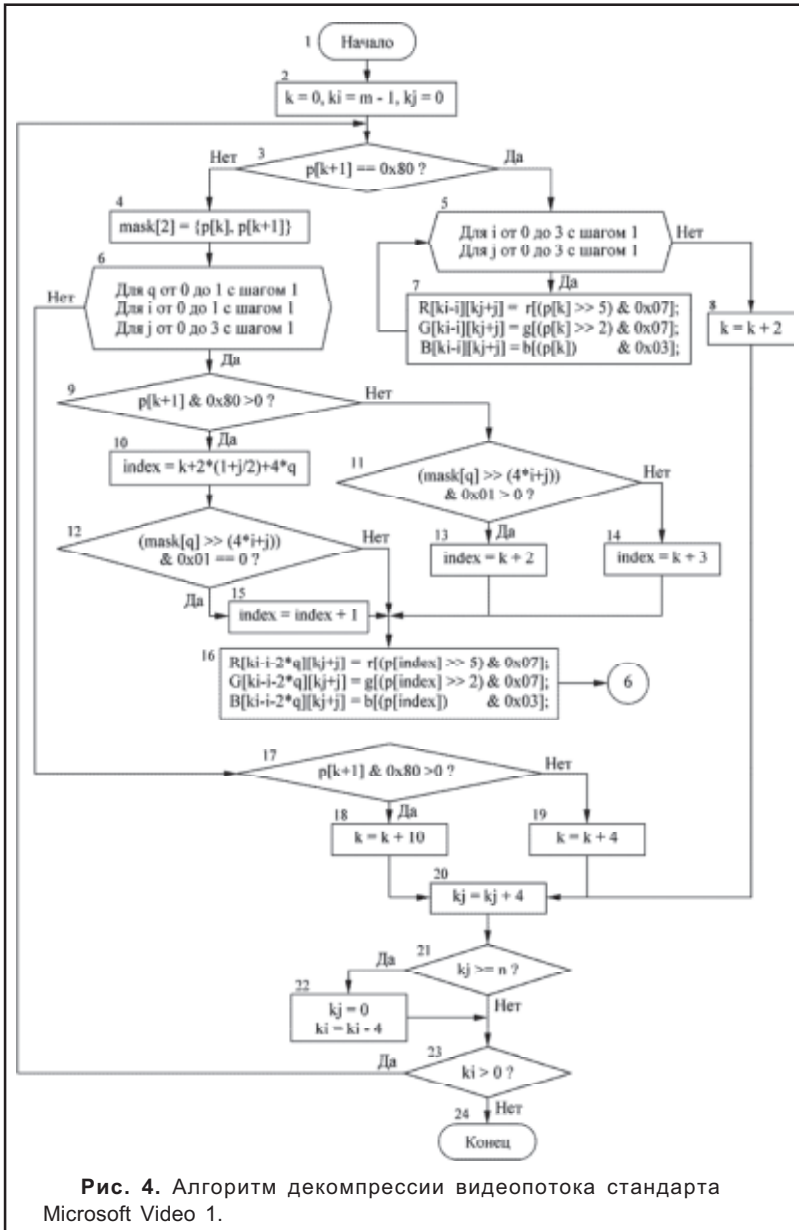

Рис. 4. Алгоритм декомпрессии видеопотока стандарта Microsoft Video 1.
Алгоритм декомпрессии потока видеоданных стандарта Microsoft Video 1 представляется рис.4, где  $R[i][j]$ ,  $G[i][j]$ ,  $B[i][j]$  – это двумерные матрицы, попиксельно определяющие соответственно красный, зеленый и синий компоненты результирующего цвета, а / – бинарная операция целочисленного деления.
Итак, Microsoft Video 1 проводит последовательное сжатие каждого кадра. Сжатие производится блоками размером 4x4 пикселя, поэтому параметры  $i$  и  $j$  блока № 5 одного из циклов алгоритма рис. 4 меняются от 0 до 3. Движение компрессируемых блоков внутри кадра проводится слева направо, снизу вверх. В случаях, когда блок имеет тонкую цветовую структуру, он разбивается на четыре подблока размером 2x2 пикселя. В алгоритме рис. 4.  $q$  – это номер подблока по вертикали, а  $Qq * Qi * Qj = 16$ , где  $Qq, Qi, Qj$  – количество вариаций соответственно индексов  $q, i, j$  цикла, начинающегося с блока № 6.
Ранее было отмечено, что в качестве компрессора выбиралась среда MathCad 2001. Анализ стандарта Microsoft Video 1 для современного MathCad 11 (2003) приводит к выводу отсутствия строгого соответствия между определенными битами цветового байта и компонентами цвета таблицы цветов, расположенной в avi-файле, начиная с адреса 0x0D4 и заканчивая адресом 0x4D4 для 256 цветных кадров. Т.е. в случае компрессора MathCad 11 выражения (1) и (2) являются неверными, а значение  $p[index]$  блока № 16 и  $p[k]$  блока № 7 алгоритма рис. 4 задают индекс цвета в таблице цветов.